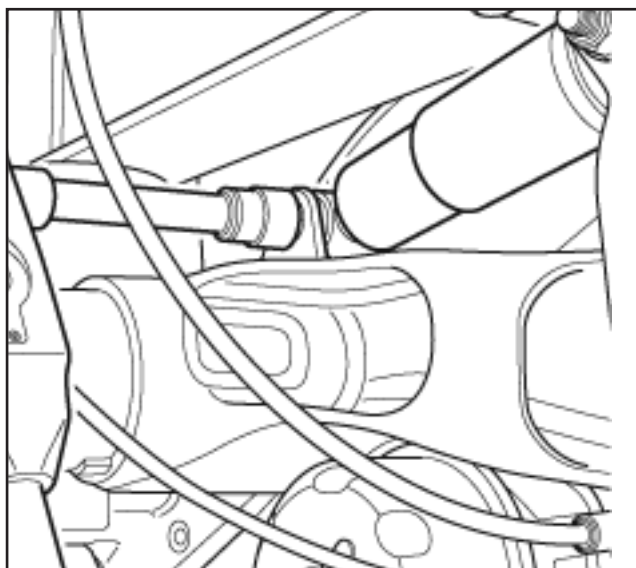
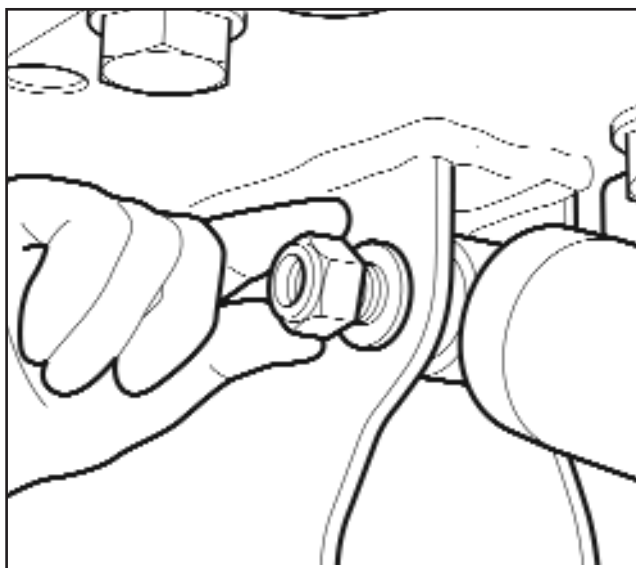

Fig 3.13
Fig 3.14
1. La remorque étant à sa hauteur normale de suspension (à vide), utiliser une 36 mm clé à douille, retirer les écrous et les rondelles des boulons supérieurs et inférieurs de l'amortisseur (figure 3.13 et figure. 3.14).